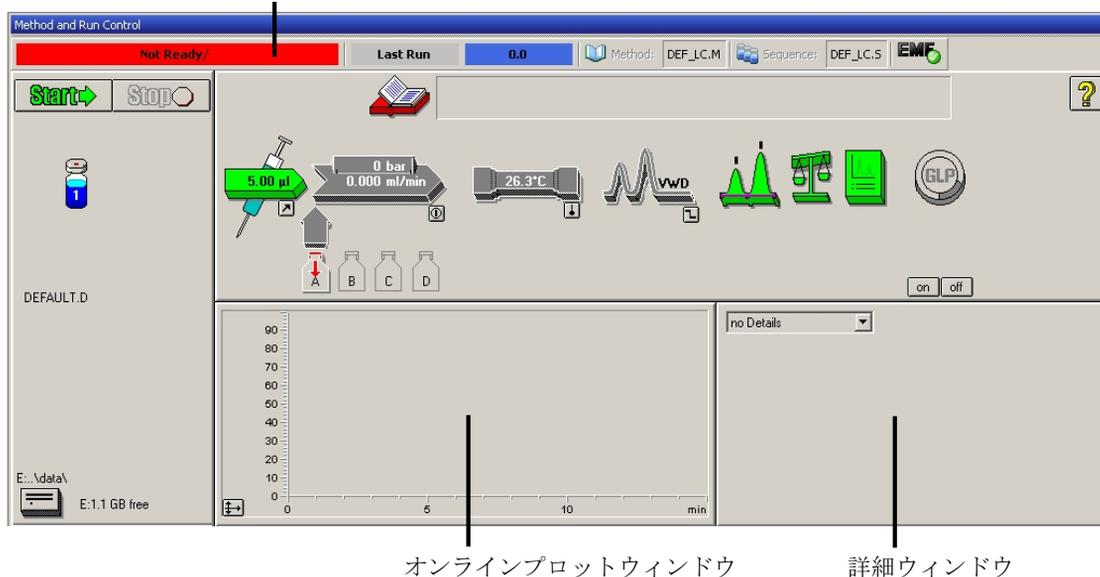

図 36 Agilent ChemStation の初期画面（メソッド & ランコントロール）
- 3 Agilent ChemStation ソフトウェアを起動します。ポンプ、オートサンプラ、カラムコンパートメント、検出器が検出されると、Agilent ChemStation 画面は『94 ページ 図 36』に示したように見えます。システムステータスは赤（ノットレディ）です。